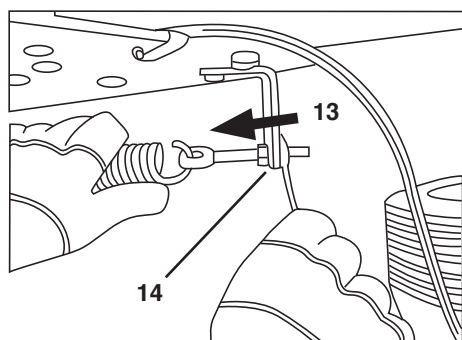

Figure 8
Si le crible d'éjection s'ouvre trop souvent ou trop facilement, serrer le ressort au moyen de la vis à oeillet (11). Pour cela, visser les écrous hexagonaux (SW 13) sur la vis à oeillet (14) dans le sens du ressort (13) (voir « Figure 8 »).